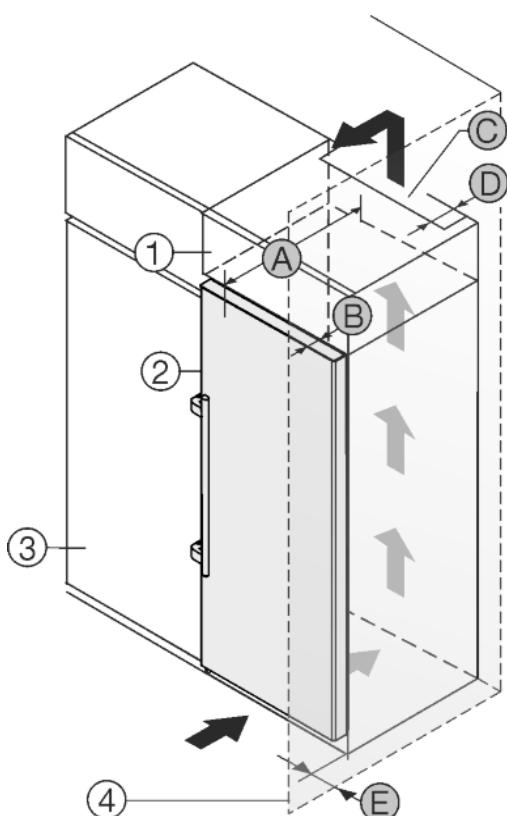

Fig. 22
- Встановіть та зафіксуйте кришку опорного кронштейна, у разі необхідності — обережно розтисніть. Fig. 22 (1)
- Встановіть накладку. Fig. 22 (2)
- Поверніть і зафіксуйте накладку. Fig. 22 (3)
- Насуньте зовнішню кришку. Fig. 22 (4)
- Закріпіть верхні дверцята. Fig. 22 (5)